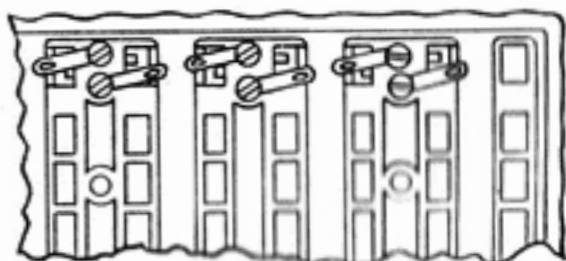

Abb. 3
Wenn wir alle achtzehn Kontaktklemmen der oberen Reihe eingesetzt haben, montieren wir sofort die Lötösen (33). Die verwendeten Zylinderblechschrauben (29) dürfen aber jetzt noch nicht vollständig eingedreht werden, denn später müssen wir noch die Schaldrähte für die Stromzuführung unterklemmen. Es ist zu empfehlen, die Lötösen leicht sichelförmig zu biegen und mit der offenen Seite nach unten aufzulegen, weil dadurch die Kontaktklemmen vorläufig mit gehalten werden, obwohl die Schrauben noch nicht festgezogen sind (Abb. 3).